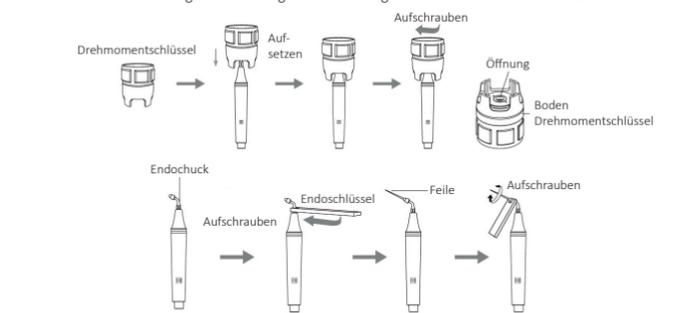

Bild 4
### 2.4 Anwendungsbeschreibung für die Nutzung des Drehmomentschlüssels- Bild 4
- 3.2.1 Endochuck mit Endoschlüssel am Handstück befestigen (siehe Abbildung 4).
Die Spitze ist lose wegen der Vibration	Schrauben Sie das Handstück fest (Bild 4)